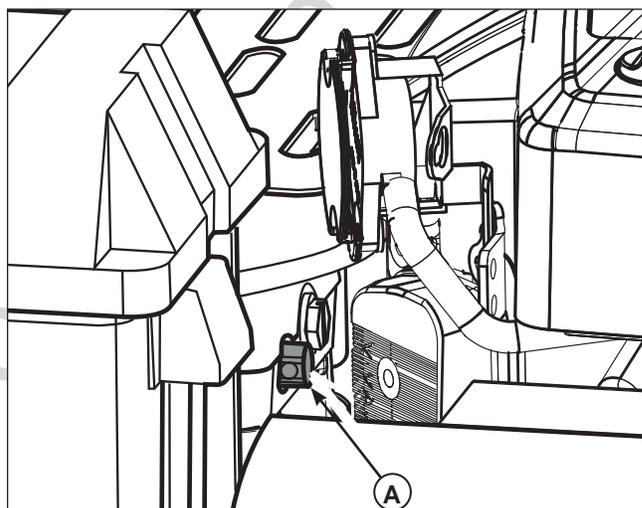

Figura 5. Derivación del sistema hidráulico
2. Para desenganchar la bomba (posición en rueda libre), gire la válvula hidráulica de liberación (A, figura 5) que se encuentra en la bomba hidráulica EN EL SENTIDO CONTRARIO AL DE LAS AGUJAS DEL RELOJ un máximo de 2 vueltas completas.